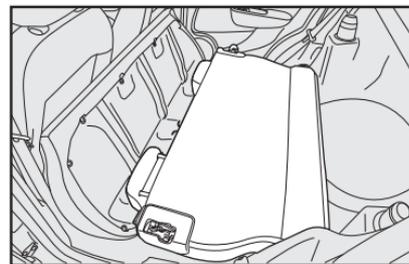

fig. 94
- Rebatir para a frente o encosto **fig. 94** do banco traseiro passando pelos cintos de segurança traseiros de modo a obter um único plano de carga no compartimento de bagagens.